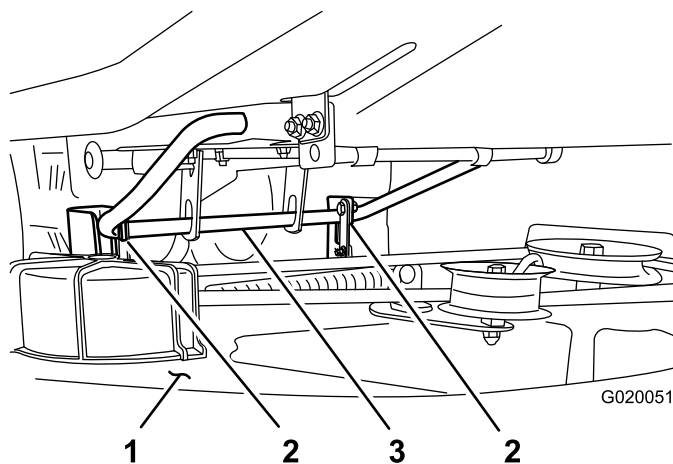
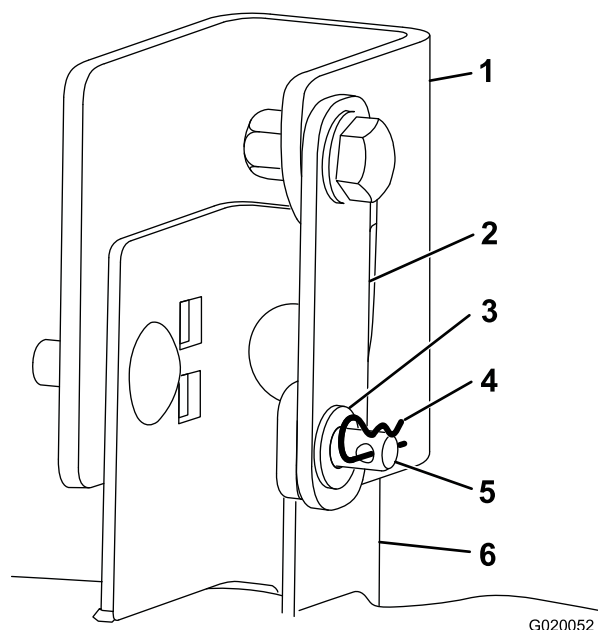

Figure 34
Figure 35
de coupe. Répétez cette procédure de l'autre côté (Figure 34 et Figure 35).
8. Élevez légèrement l'arrière du plateau pour délecter les goupilles fendues et déposez ces dernières (Figure 34 et Figure 35).
9. Soulevez et déposez le plateau de coupe et les supports de la tige de levage arrière, et abaissez l'arrière du plateau de coupe au sol avec précaution (Figure 34).
- Soulevez l'arrière du plateau de coupe et guidez les supports sur la tige de levage arrière (Figure 34).
- Orientez chaque support de plateau afin d'aligner le trou de l'extrémité libre sur le trou du support (Figure 35).
- Insérez l'axe de chape dans les supports de chaque côté, puis posez les rondelles sur les axes de chape et les goupilles fendues dans les axes de chape (Figure 35).